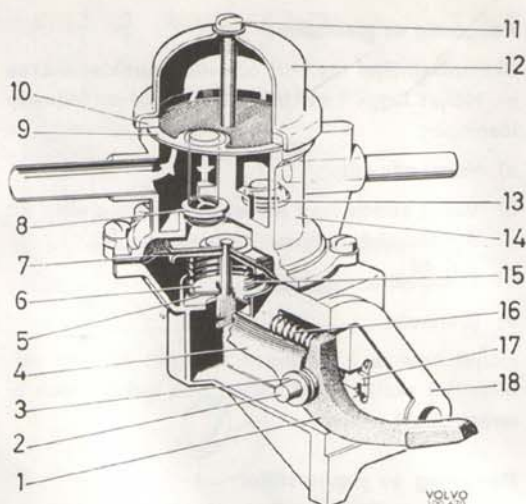

Bild 123. Bränslepump, AC
- Demontera fjädern (15, bild 123) genom att vrida brickan (6) så att hålet i brickan stämmer överens med membranstångens breda ända.
- Avlägsna stukningen för vipparmsaxelns ryttare (17) med exempelvis ett slipstift och tag bort vipparm (1) med axel (2) och hävarm (4).